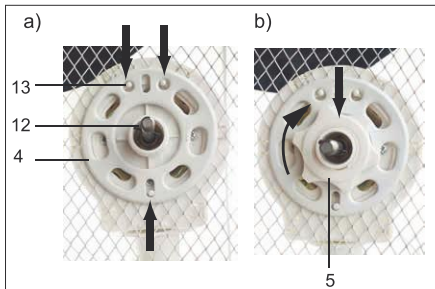

Fig.86: Montaż tylnej kratownicy ochronnej
4. Nałożyć tylną kratownicę ochronną (4) na oś (12) i sworznie centrujące (13) zespołu silnika. Patrz rys. 86 a).
5. Nałożyć nakrętkę sześciokątną (5) na oś przed tylną kratownicą ochronną i dokręcić w kierunku zgodnym z ruchem wskazówek zegara. Patrz rys. 86 b).